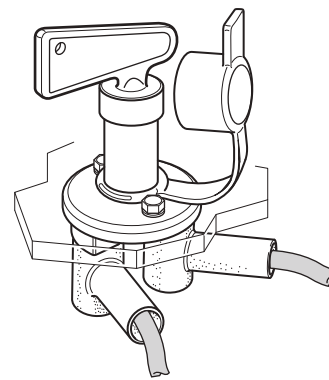

Abb. 48
- Gummischutzkappen auf Anschlusschrauben schieben (Abb. 48).